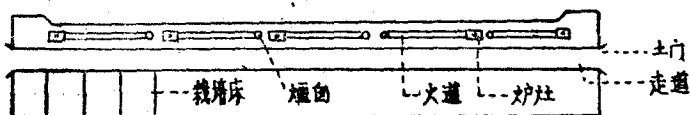

图2 溫室內暗火分布平面图
(1)暗火的分布 五个暗火中,东边应有两个,炉灶在东,烟囱在西;西边应有三个,炉灶在西,烟囱在东(见图2)。